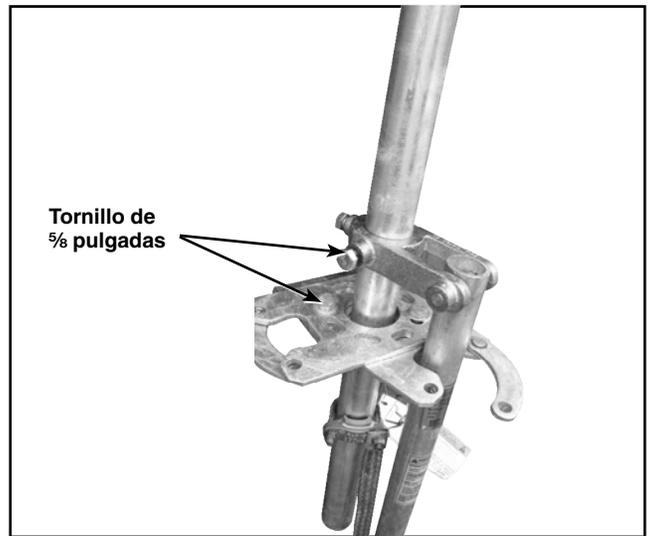

Figura 30. Apriete de tornillos perforantes de 5/8 pulgadas para fijar la palanca.
**Paso 24** Fijar la palanca de operación con los tornillos de  $\frac{5}{8}$  pulgadas perforantes que cuenta el brazo hasta sentir una resistencia firme. Ver Figura 30.